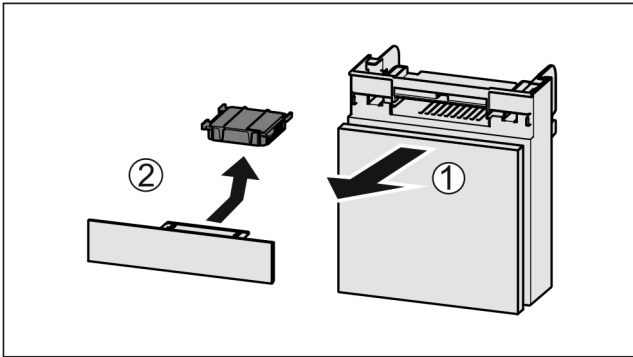

Fig. 66
- Estrarre il vano tirando in avanti Fig. 66 (1).
- Rimuovere il filtro a carboni attivi Fig. 66 (2).